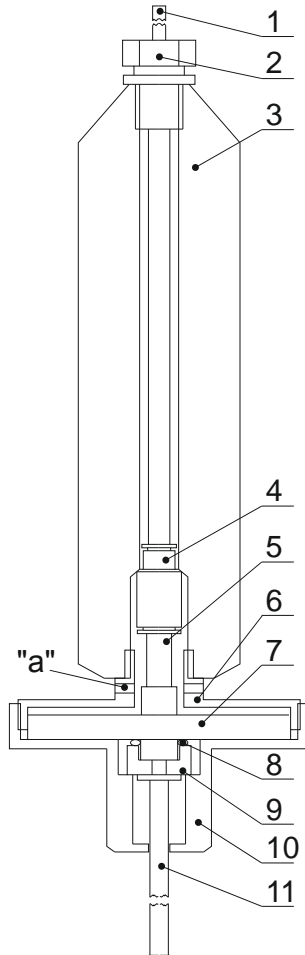

Рис. 5. Схема пробника
3.5. Для замены фильтра противопылевого (см. рис. 5):